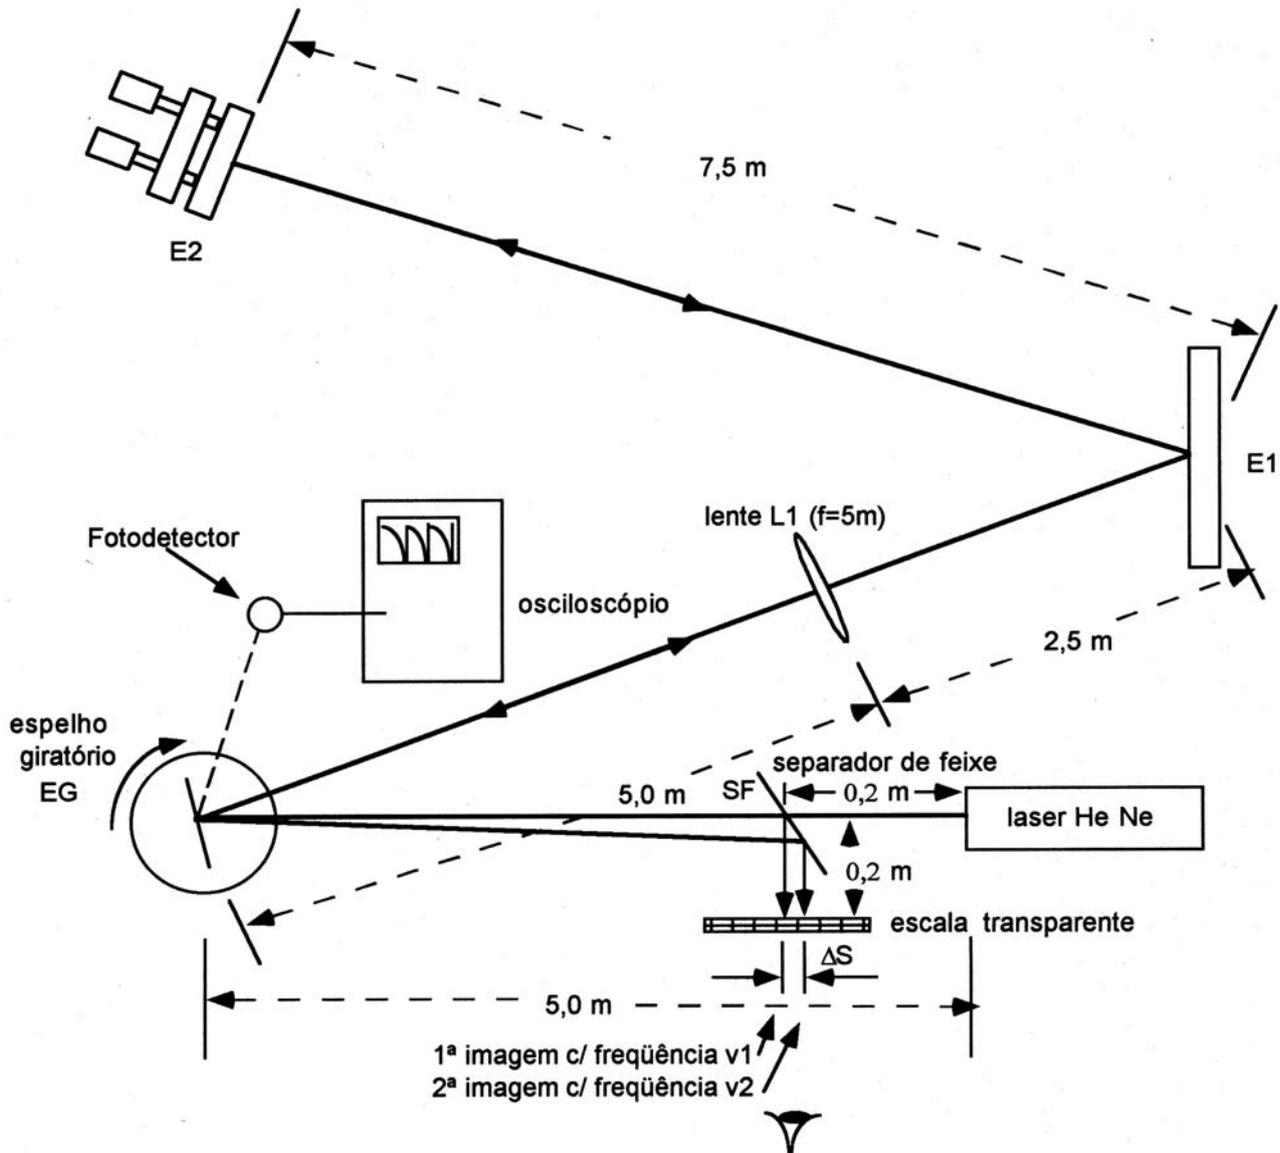

Figura 1: Esquema de montagem.
O experimento procura determinar o espaço percorrido e o tempo de vôo de um pulso de luz provocado por um espelho giratório (EG), e, portanto calcular sua velocidade. A montagem da prática está mostrada na figura 1. Verifique as distâncias anotadas no esquema.
Ajuste agora o separador de feixe SF (em  $45^\circ$ ) e a escala transparente de acordo com a figura 1 (distância 20 cm).
Coloque agora o espelho regulável E2 e o espelho E1 de maneira que a distância entre E2 e a lente L1 seja igual a  $2f = 10\text{m}$  (veja figura 1). Assim, a luz que vem de volta e é refletida pelo espelho EG produz uma imagem nítida na carcaça por onde sai o laser. Ajuste o plano do espelho E2 com 2 dos 3 micrômetros de maneira que o feixe refletido passe pelo centro da lente e volte sobre seu próprio caminho. Para observar o caminho de volta, pode-se usar um papel semitransparente para fazer os ajustes. Se o alinhamento estiver correto, poderá observar uma imagem nítida do laser sobre a escala transparente.